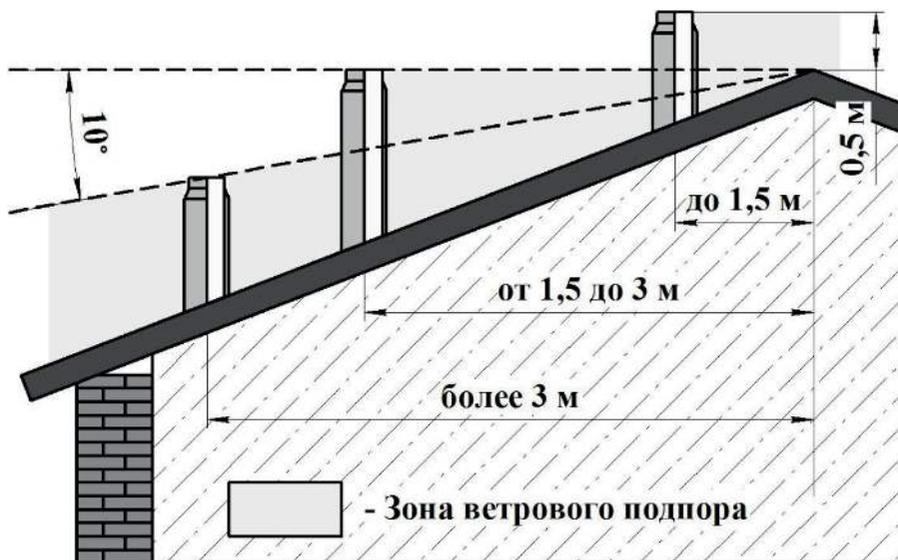

Рисунок 9 — Требования к высоте дымохода
- не ниже линии, проведенной от конька вниз под углом  $10^\circ$  к горизонту при расположении дымовой трубы от конька на расстоянии более 3 м. (см. рисунок 9)